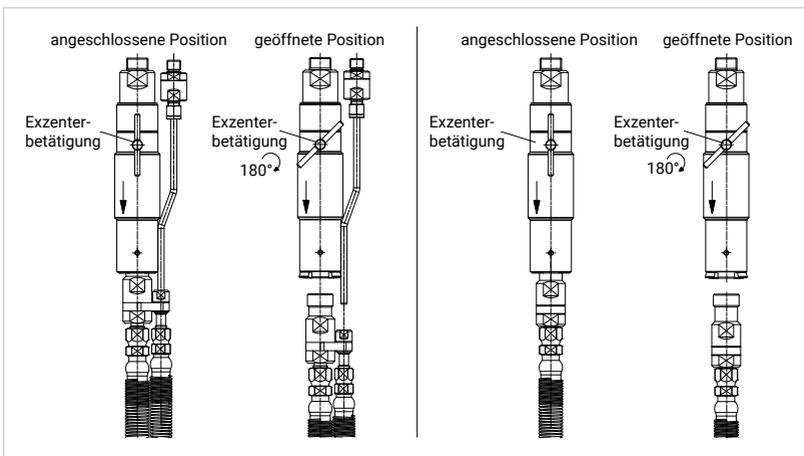

Abbildung 16
- ▶ Drehen Sie den Hebel der Exzenterbetätigung (Pos. 2) um 180° (*Abbildung 16*) ➔ die Spannzangen öffnen